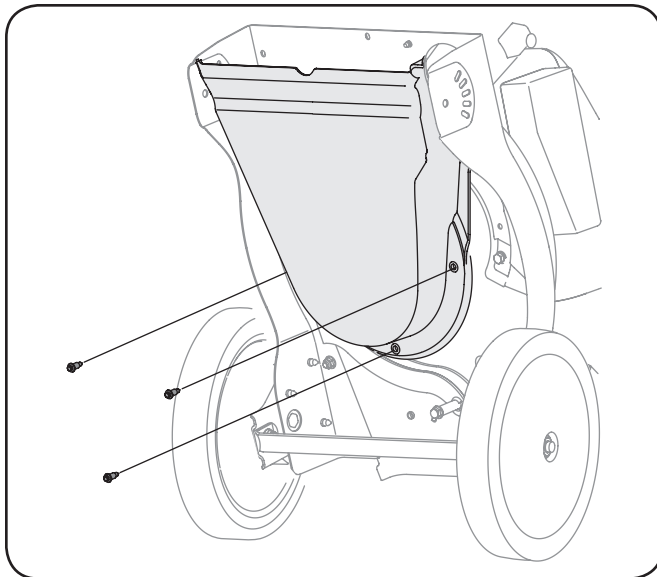

Figure 7-4
- Incline la unidad con cuidado y apóyela hacia arriba para obtener acceso por la parte inferior al material de montaje del pico y al motor. Retire los tres tornillos con reborde que aseguran el pico de plástico negro a la caja inferior. Consulte la fig. 7-4.